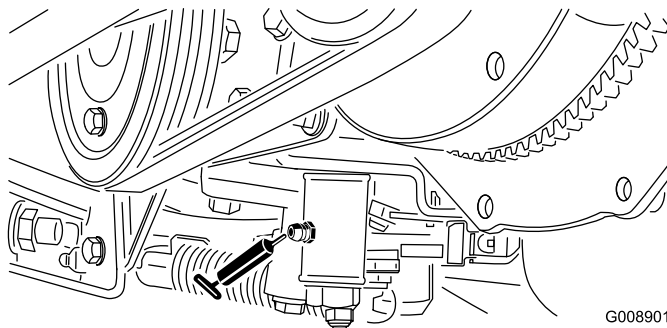

Figura 35
- Mecanismo de ajuste do ponto morto (Figura 35)